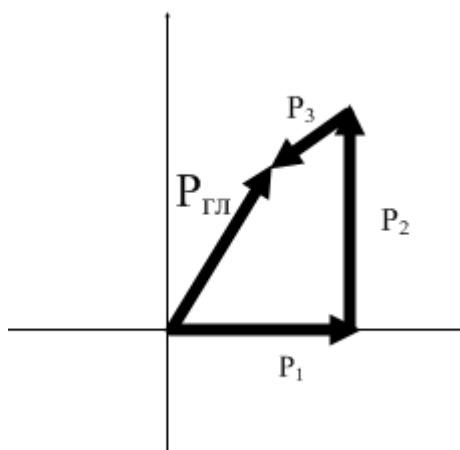

рис.3
4.Строим силовой многоугольник (рис.3)